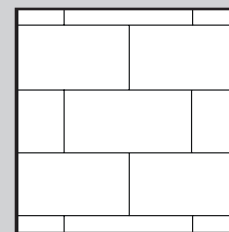

Fig. 3b
4. Comience la segunda fila de manera que la lengüeta encaje en la hendidura, sujetando el tablón en ángulo (aproximadamente a 30°) y, a continuación, empuje con firmeza el tablón/baldosa hasta que encaje en la hendidura de la primera fila. Instale el siguiente tablón/baldosa acoplando la lengüeta y la hendidura por el lateral largo (Fig. 3). Las baldosas y los tablonos deben instalarse escalonados de manera que nunca coincidan cuatro esquinas. (Fig. 3a y Fig. 3b).